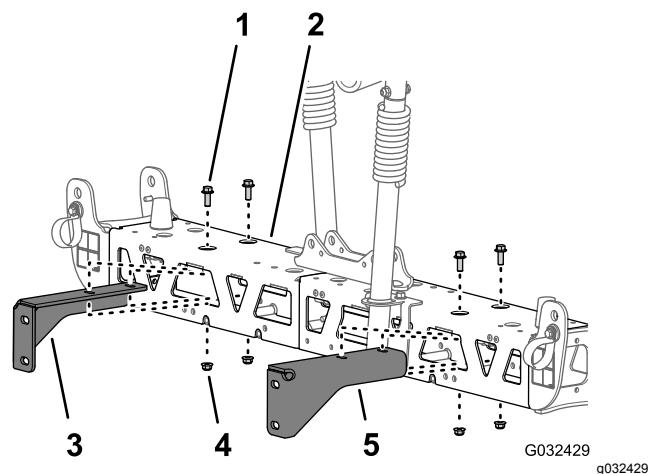

Figure 49
- Retirez les 2 boulons à embase (3/8 x 1") et les 2 contre-écrous à embase (3/8") qui fixent le support à la section de pulvérisation centrale, et déposez le support (Figure 49)
- Retirez les 2 boulons à embase (3/8 x 1") et les 2 contre-écrous à embase (3/8") qui fixent l'autre support à la section de pulvérisation centrale, et déposez le support (Figure 49)